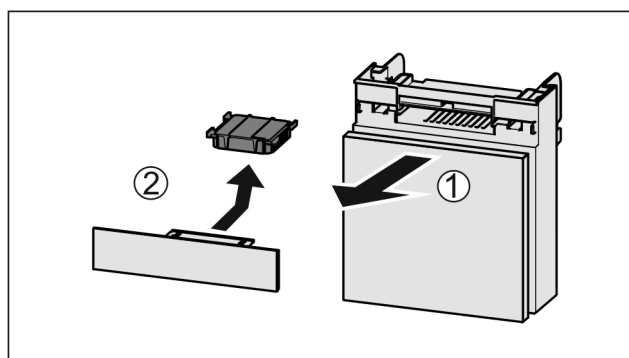

Fig. 69
- ▶ 向前拉出 Fig. 69 (1) 抽屉。
- ▶ 取出 Fig. 69 (2) 活性炭过滤器。